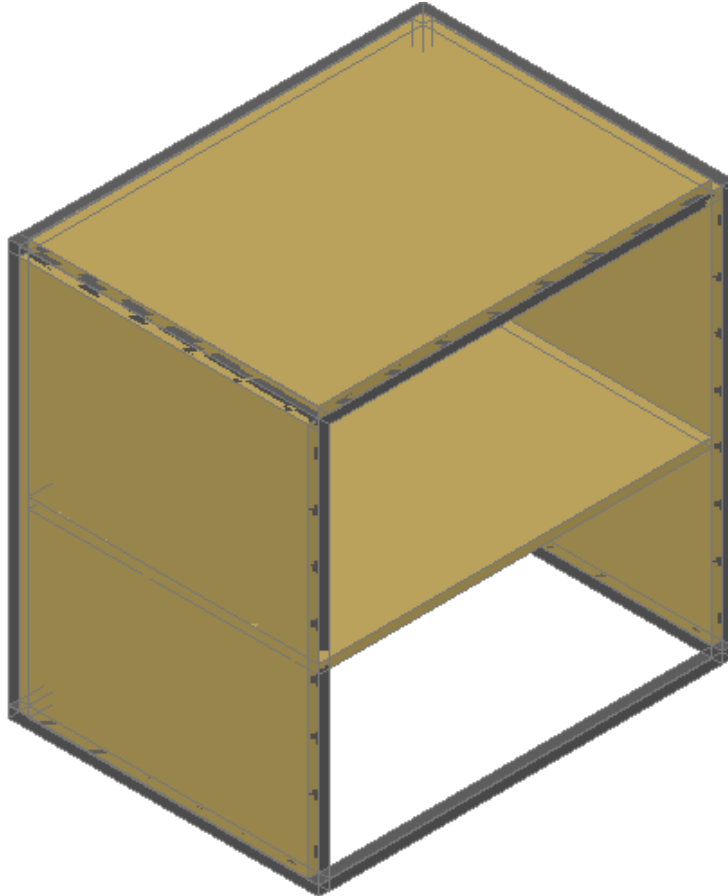

Figura 3.2 Mesa Completa
4. Se dan acabados necesarios como son el lijado, pintado, colocación y fijación de de las paredes con material de tabla MDF como se muestra en la Figura 3.2